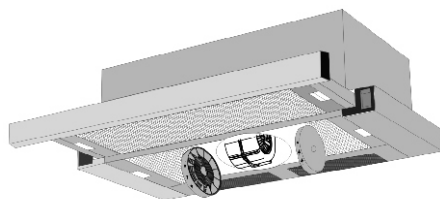

рис. 7
8.3 Для очистки алюминиевого фильтра извлеките его из вытяжки (рис. 7) и произведите его очистку с помощью щетки водным раствором нейтрального моющего средства вручную или в посудомоечной машине (при 60°C). Сильно загрязненный фильтр не следует мыть в посудомоечной машине. Старайтесь не сгибать фильтр при мойке.
- установите два угольных фильтра см. табл.1 и (рис. 7), предварительно удалив с них упаковочную пленку;
Угольные фильтры устанавливаются на защитные решетки корпуса вентилятора, путем легкого нажатия и поворота их по часовой стрелке (рис. 7).